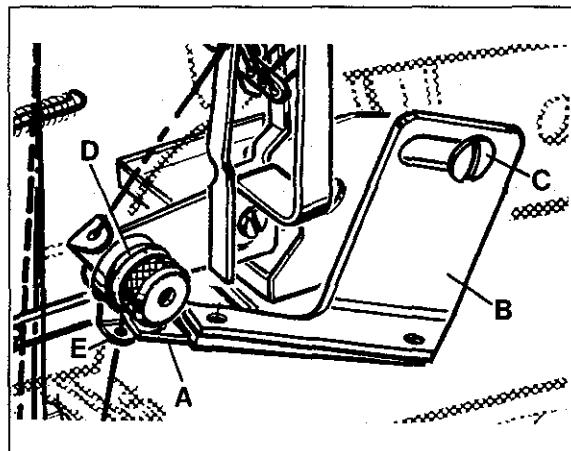

Fig.64
The sliding piston (A, Fig. 64) (not the hole in the piston) of the pneumatic pull-off for the top cover thread should pull-off so much thread that the thread is loose before it is clamped and cut. When sewing starts again, the spreader must catch the thread latest on the second stitch. After loosening screw (C, Fig. 64) set the bracket with the air cylinder (B) so that the sliding piston (A) of the cylinder passes through freely between tension discs (D) and thread guide (E) (see Fig. 64). By moving bracket with air cylinder (B) to the left or right, the amount of thread to be pulled-off can be regulated. Retighten screw (C).
Der Schiebekolben (A, Fig. 64) (nicht die Bohrung im Kolben) des pneumatischen Abzugs für den Oberlegfaden soll soviel Faden abziehen, daß der Faden lose liegt bevor er geklemmt und abgeschnitten wird. Bei Nähbeginn muß der Faden spätestens beim zweiten Stich vom Leger mitgenommen werden.
Stellen Sie nach Lösen der Schraube (C, Fig. 64) den Halter mit dem Luftzylinder (B) so, daß der Schiebekolben (A) des Zylinders frei zwischen den Fadenspannungsscheiben (D) und der Fadenführung (E) durchgeht (siehe Fig. 64).